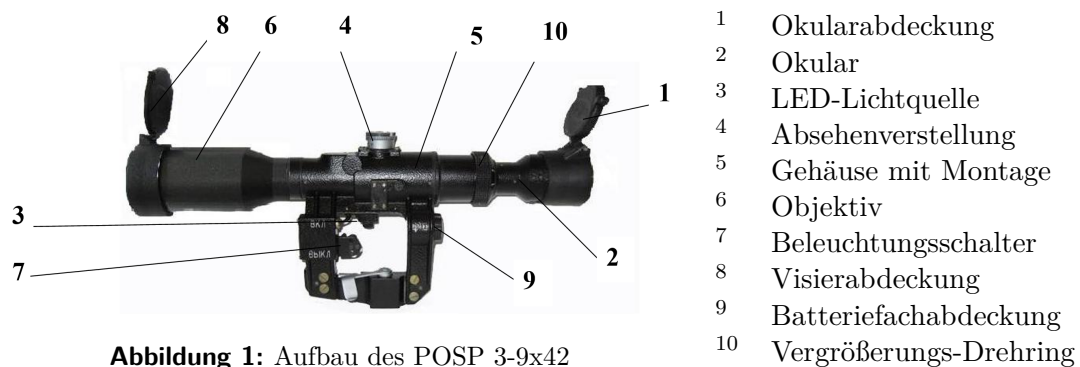

Abbildung 1: Aufbau des POSP 3-9x42
- Öffnen Sie den Deckel des Batteriefachs 9 (Abbildung 1)
Mit dem Ring für die Vergrößerungsänderung (10) (Abbildung 1) kann die optische Vergrößerung von 3-fach bis 9-fach geändert werden.
Das Design der Version S Visierungen erlaubt es, die Beleuchtung des Fadenkreuzes mit dem Beleuchtungsschalter (7) (Abbildung 1 zu ändern).
Bringen Sie die Augenmuschel an, nachdem Sie den Deckel des Okulars (1) entfernt haben auf (Abbildung 1).